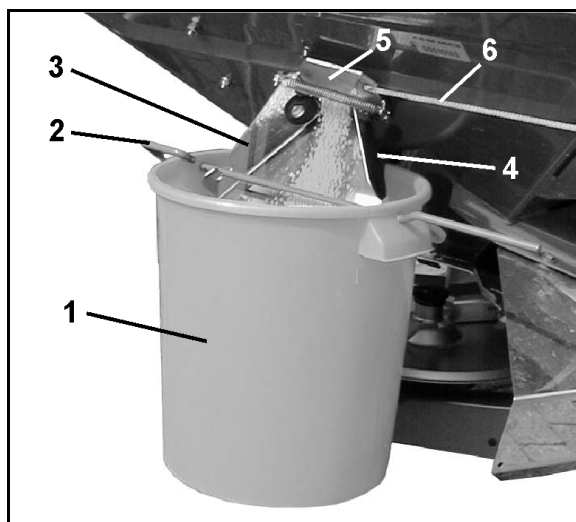

図 54
1. 収容容器 (図 54/1) をハンガー (図 54/2) で排出シュート (図 54/3) に掛けます。収容容器をクランプ装置 (4 と図 52/1) にはめめます。
2. 排出シュートのサイドシャッター (図 54/5) をロープ (図 54/6) でおよそ 5 秒間完全に開きます (肥料が同等に流れるようにするため)。このあとで、収容した肥料をブロードキャスターに再び入れてください。